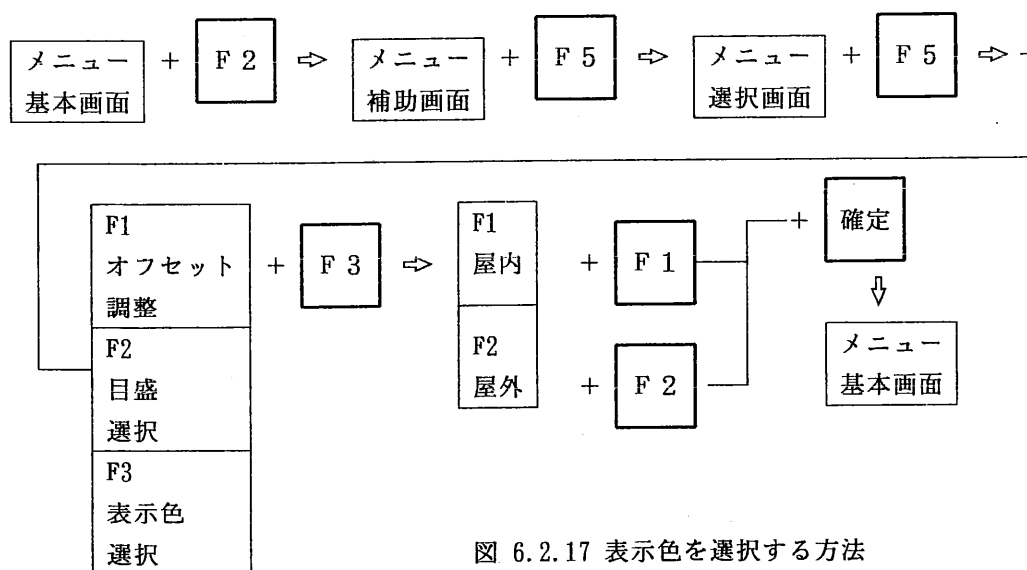

図 6.2.17 表示色を選択する方法
〔表示色の選択手順〕（図 6.2.17 参照）
- ① 選択キー〔F 2〕を1回押すとメニューエリアにメニュー補助画面が表示されます。
- ② 選択キー〔F 5〕を1回押すとメニューエリアに選択メニューが表示されます。
- ③ 更に、選択キー〔F 5〕を1回押すとメニューエリアには図 6.2.17 に示す選択メニューが表示されます。
- ④ 選択キー〔F 3〕を1回押すとメニューエリアには表示色選択メニューが表示されます。
- ⑤ 選択キー〔F 1〕を1回押すと、「屋内」が選択されが、選択キー〔F 2〕を1回押すと、「屋外」が選択されます。
- ⑥ 選択後に確定キーを1回押すと、選択した表示色が設定されて図 6.2.17 に示したように、メニューエリアはメニュー基本画面に戻ります。